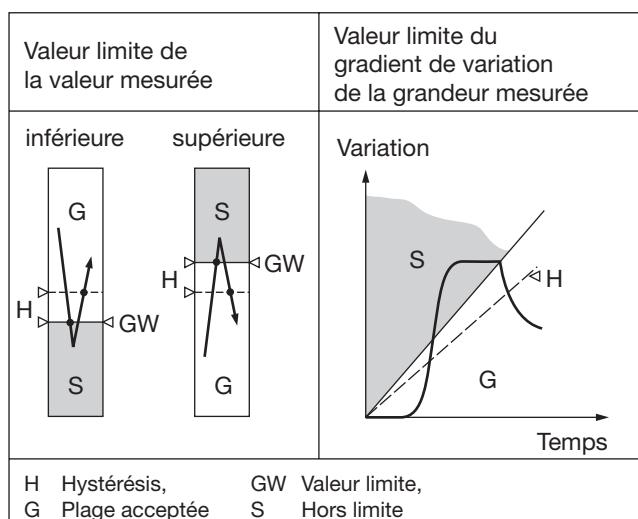

Fig. 3. Fonctions de commutation suivant type de détecteur de seuil.
- Valeur limite inférieure de la grandeur mesurée (voir fig. 3, gauche)
- Valeur limite supérieure de la grandeur mesurée (voir fig. 3, gauche)
$$\text{Gradient} = \frac{\Delta \text{Grandeur mesurée}}{\Delta t} \quad (\text{voir Fig. 3 à droite})$$